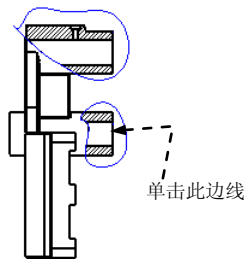

图 8.1.10 操作过程（二）
(2) 再次单击 **+** 按钮，在 **名称** 下拉列表框中选取剖截面 **C**，在 **剖切区域** 下拉列表框中选取 **局部** 选项；单击图 8.1.10 所示的边线，绘制图中所示的局部区域的边界，然后单击 **确定** 按钮。